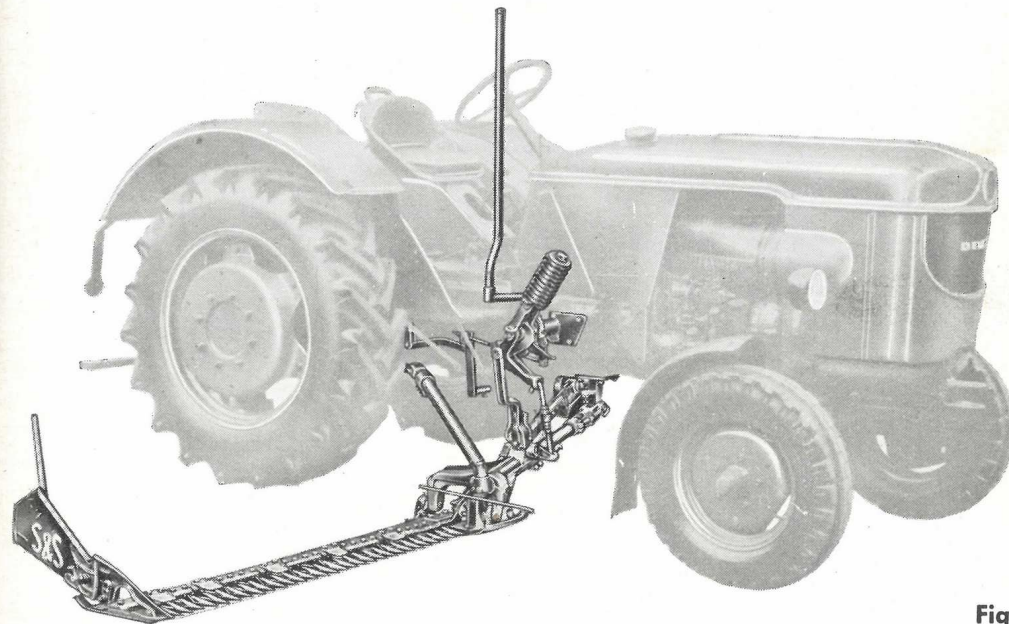

Fig. 1
6. Réaliser la liaison entre le tube porteur et le support de fixation avant en introduisant l'extrémité coudée du tube dans l'ouverture prévue (Fig. 1 et 2).
8. La **barre de coupe** se fixe de la manière habituelle à la charnière par deux boulons avec goupilles ou fiches élastiques (Fig. 1 et 2).